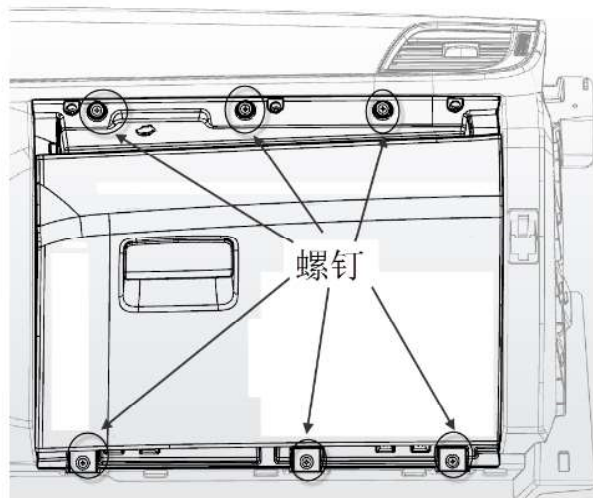

图 1-25 杂物箱总成示意图
- (1) 将杂物箱开启到极限；
- (2) 用十字螺丝刀拆卸下图 1-25 所示的 6 个螺钉；
- (3) 延朝向身体方向水平向内拉杂物箱，即完成杂物箱的拆卸。
(1) 拆卸上本体总成前需先将组合仪表罩，组合仪表，组合开关罩，中盖板，左、右装饰盖板，A柱上护板，A柱上护板盖板，主、副驾安全气囊等件拆除，并断开连接在仪表板上本体上的接插件；
(2) 用套筒拆卸仪表板上本体左右共两个六角头螺栓和大垫圈组合件（Q150B0620T1F61K+Q40206）；
(3) 用十字螺丝刀拆卸 8 个十字槽大圆头自攻螺钉（Q2734216F3A）；
(4) 用头部缠绕柔性胶带（或其它柔性产品）的一字螺丝刀小心撬起图 1-25 所示的三个卡扣，当所有卡扣都已脱开时，缓慢向上翻转上本体，使卡脚完全脱出。
(5) 向上旋转仪表板上本体一定角度，
(3) 然后向下旋转上本体，注意上本体的三个卡扣卡脚（图 1-25 所示）卡入下本体，待卡扣卡脚卡入下本体，螺钉孔处限位柱卡入下本体，然后拍紧卡扣；
(4) 打紧左右上角的螺栓，然后打紧螺钉，接插好接插件。